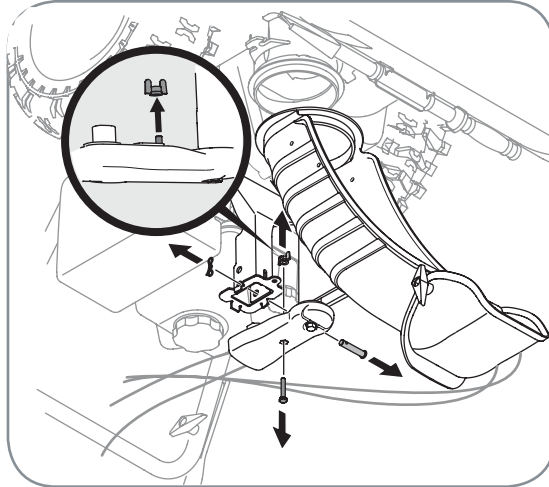

Figure 3-2
2. Retirez l'écrou à oreilles et la vis hex. qui se trouvent sur la commande de la goupille ainsi que la goupille fendue et l'axe de chape sur le support de la goupille. Voir la Figure 3-2. Positionnez la goupille (tournez vers l'avant) sur sa base.